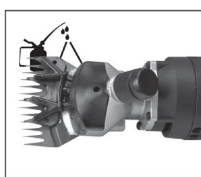

Fig.1
- În timpul procesului de lucru, trebuie adăugat ulei de lubrifiere la sculă. După ce unealta a funcționat timp de 1-2 minute, lama trebuie unsă cu ulei. Cantitatea de lubrifiere este, de obicei, de 5-8 picături. Aplicați uleiul de lubrifiere în cele două orificii ale sculei după aproximativ treizeci de minute de funcționare. Cantitatea de lubrifiere în acest caz este de obicei de 3-5 picături (Fig. 1).